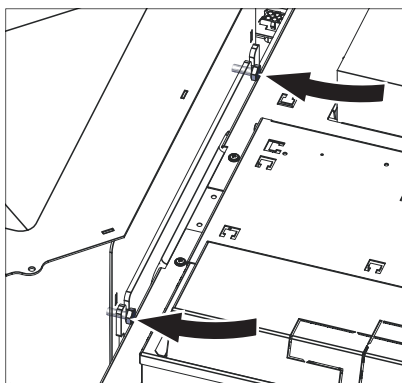

Fig. 42 Beide Schrauben bei Vorratsbehälter oben festziehen
- Bei Vorratsbehälter oben beide Sechskantschrauben festziehen – Fig. 42.